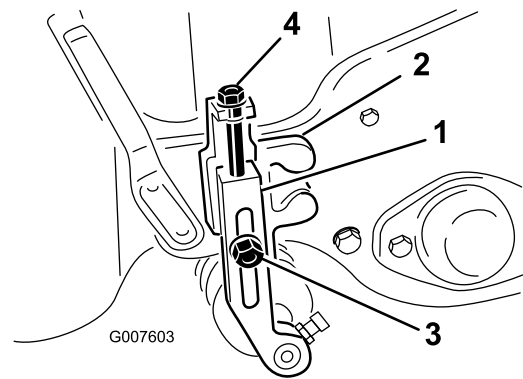

Bild 47
2. Lösen Sie die Sicherungsmuttern, die die Schnitthöheneinstellarme zur Schnitthöheneinstellhalterungen festlegen (Bild 47).